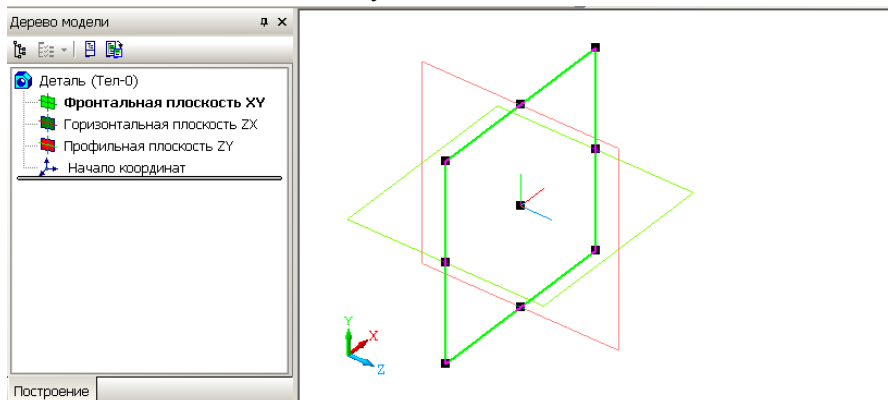

Рис. 10.6. Выделение **Фронтальной плоскости**.
1.9. Выберите в окне **Дерево модели** **Фронтальную плоскость**. Выбранная плоскость выделяется: на ней появляются характерные точки (рис. 10.6). Размер прямоугольника, конечно, можно поменять, но этого делать пока не нужно.